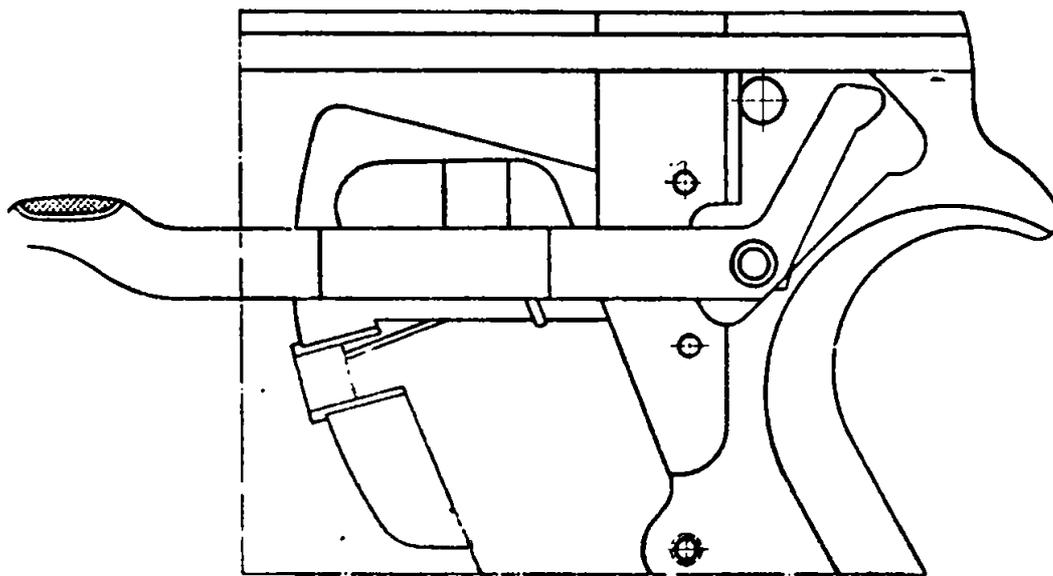

Рис. 8. Предохранитель в положении „Огонь“
1. Соединить затвор с рамкой: удерживая пистолет за рукоятку правой рукой, левой рукой направить затвор выступами в направляющие пазы рамки и продвинуть его в крайнее переднее положение; если затвор не продвигается в переднее положение, то это указывает на то, что он задерживается курком; в этом случае надо пальцем руки отжать курок вниз и продвинуть затвор вперед; после этого перевести предохранитель в положение «Огонь» (рис. 8), повернув рычаг предохранителя вверх, и плавно спустить